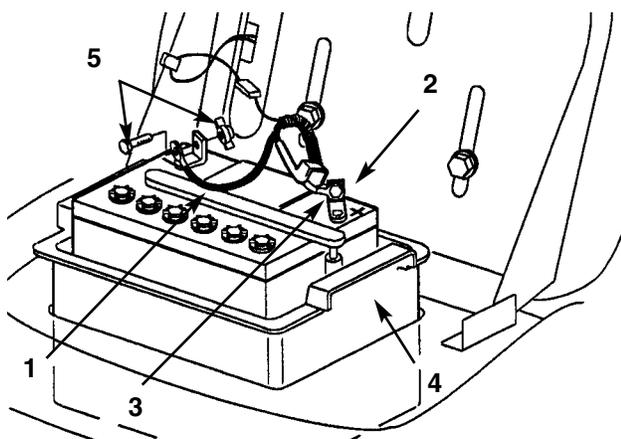

Fig. 21
3. Staccate il morsetto negativo di terra (nero) dal polo della batteria (Fig. 21).
4. Spingete in alto la guaina di gomma del morsetto positivo (rosso) e staccate quest'ultimo dal polo della batteria (Fig. 21).
3. Con il bullone ed il galletto collegate il morsetto positivo (rosso) al polo positivo della batteria (+) (Fig. 21). Infilate la guaina di gomma sul polo della batteria.
4. Con il bullone ed il galletto collegate il morsetto negativo (nero) della batteria (-) (Fig. 21).